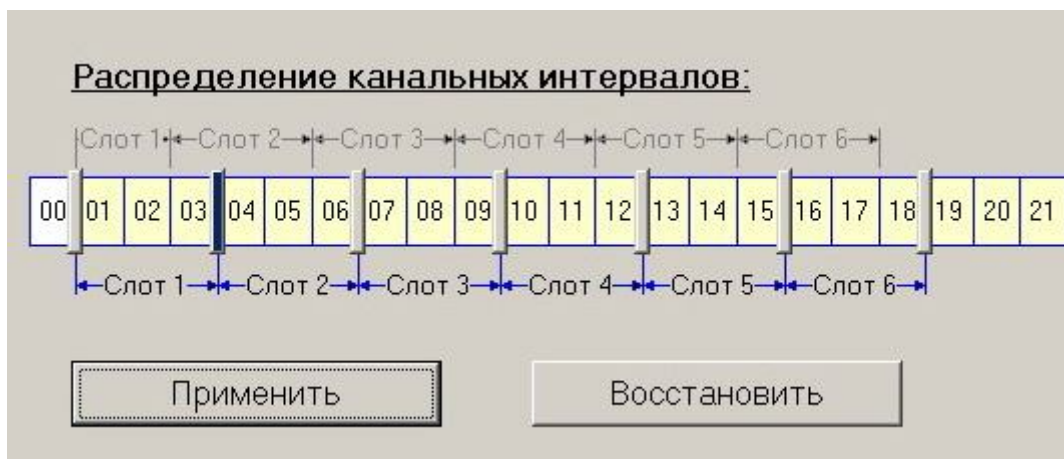

Рисунок 5 - Пример настройки количества КИ для карты, установленной в первый слот мультиплексора
- Левой клавишей мыши нажать на *правую* подвижную границу нужного слота и, не отпуская клавишу мыши, передвинуть вправо на требуемое количество канальных интервалов (см. Рисунок 5). При этом сверху появятся надписи серого цвета, информирующие о предыдущих настройках.